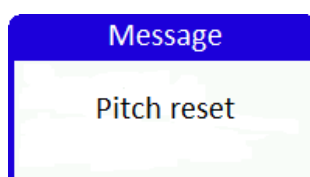

Figura 6: Ajuste de “pitch”.
- Mantenga pulsado el botón de flecha arriba, para ajustar el “pitch”, ver Figura 6, tomará el “pitch” actual y va configurar lo como un argumento de cero. El cambio no es inmediato y tarda cerca de 5 seg para la unidad AHRS a aceptarlo. Cuando el Emsis se desconectar, este ajuste se olvida.
- Mantenga pulsado el botón de flecha arriba, para ajustar el "pitch", ver Figura 6.